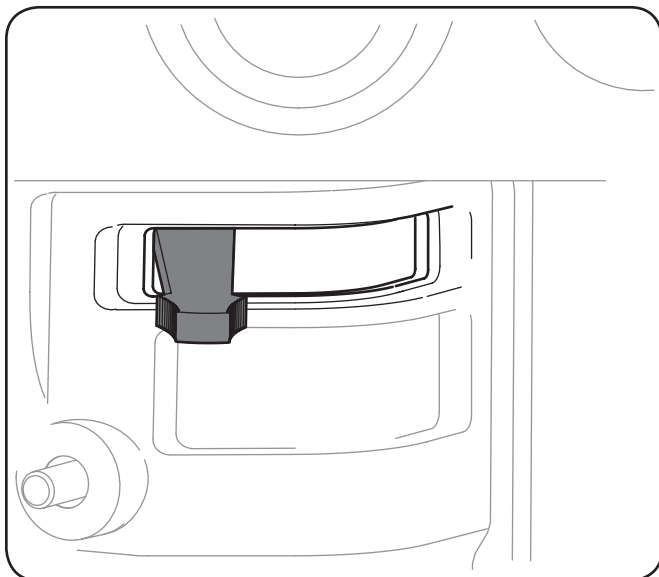

Figura 5-3
6. Coloque el control del cebador en la posición "FULL CHOKE (cebador al máximo)". Consulte la Figura 5-3.